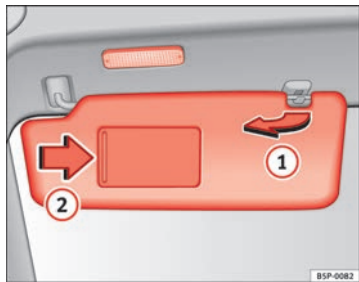

Abb. 84 Sonnenblende auf der Fahrerseite
Die Sonnenblenden für den Fahrer und Beifahrer können aus der Halterung in der Fahrzeugmitte herausgezogen und zu den Türen geschwenkt werden ⇒ Abb. 84 ①.